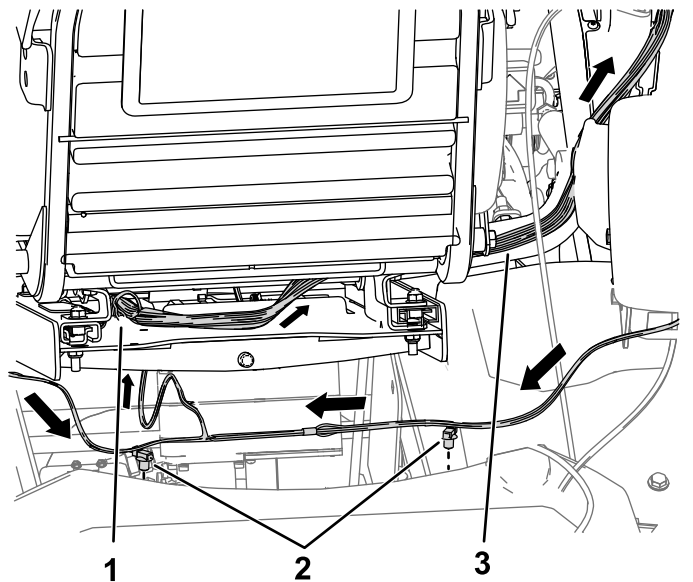

Figura 3
5. Localice las 2 fijaciones a presión en el arnés de cables e instale las fijaciones en el tubo del bastidor (Figura 3).
- Dirija la pata restante del arnés de cables por arriba, a través de la parte inferior de la placa del asiento y siguiendo el arnés de cables hacia la consola (Figura 3).